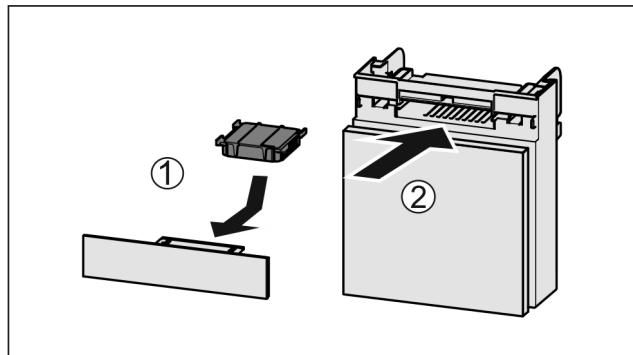

Fig. 102
- Aktivkohlefilter nach Abbildung einsetzen Fig. 102 (1).
Fach einschieben Fig. 102 (2).